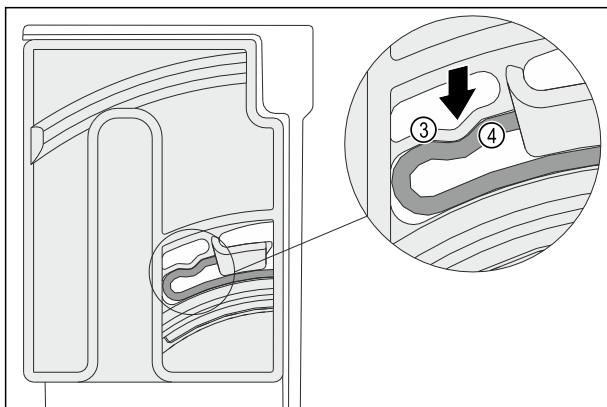

Fig. 103
- ▶ 旋转单元的弹性元件 Fig. 103 (3)卡入圆弧形滑条 Fig. 103 (4) 中，发出咔哒声。